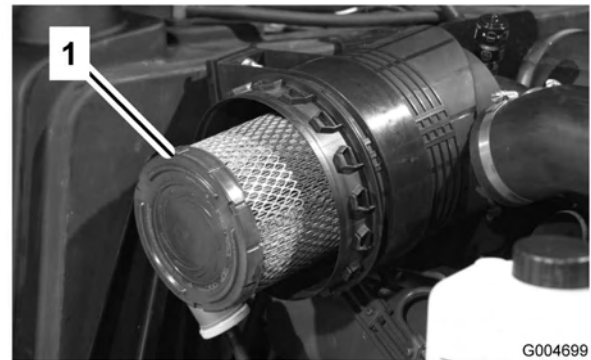

Figure 46
2. Avant d'enlever le filtre (Figure 46), utilisez de l'air comprimé à basse pression (276 kPa [40 psi]) propre et sec pour éliminer les gros dépôts de débris entre l'extérieur de l'élément principal et la cartouche. N'utilisez pas d'air sous haute pression car il pourrait forcer les impuretés à travers l'élément principal et dans le canal d'admission. Cette procédure de nettoyage empêche le déplacement des débris dans l'admission lors de la dépose de l'élément principal.